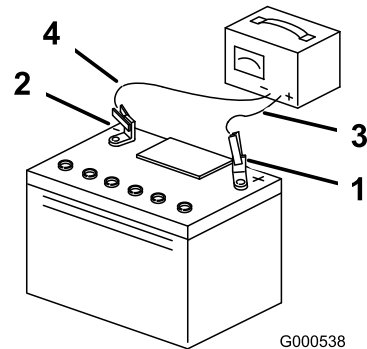

Figura 49
3. Atunci când bateria este complet încărcată, deconectai încărcătorul de la priza electrică, apoi deconectai cablurile încărcătorului de la clemele bateriei (Figura 49).